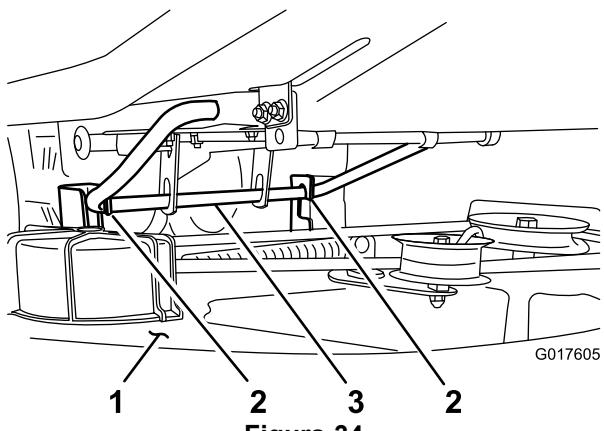

Figura 34
7. Alzate il tosaerba e i supporti di sostegno dall'asta di sollevamento posteriore e abbassate con cautela il tosaerba al suolo (Figura 34).
7. Alzate la parte posteriore del piatto di taglio e guidate i supporti di sospensione lungo l'asta di sollevamento posteriore (Figura 34).